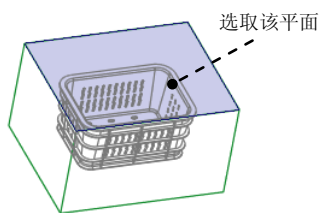

图 16.8 定义封闭环
④ 定义封闭面。根据系统 选择或创建一个平面, 盖住闭合的体积块. 的提示, 选取图 16.8 所示的平面为封闭面, 此时系统显示“封合”菜单。